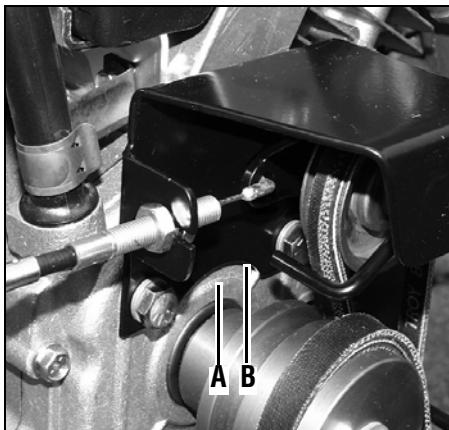

Figura 5-5: Mida la longitud del alambre del cable para verificar la tensión correcta de la correa de marcha atrás.
3. Haga que un asistente tire de la perilla de control del embrague de marcha atrás totalmente hacia afuera y manténgala en esa posición. Mida la longitud del alambre del cable entre el extremo del ajustador del cable rosado (A, Figura 5-5) y el extremo del accesorio Z (B) al cual está unido el alambre del cable.